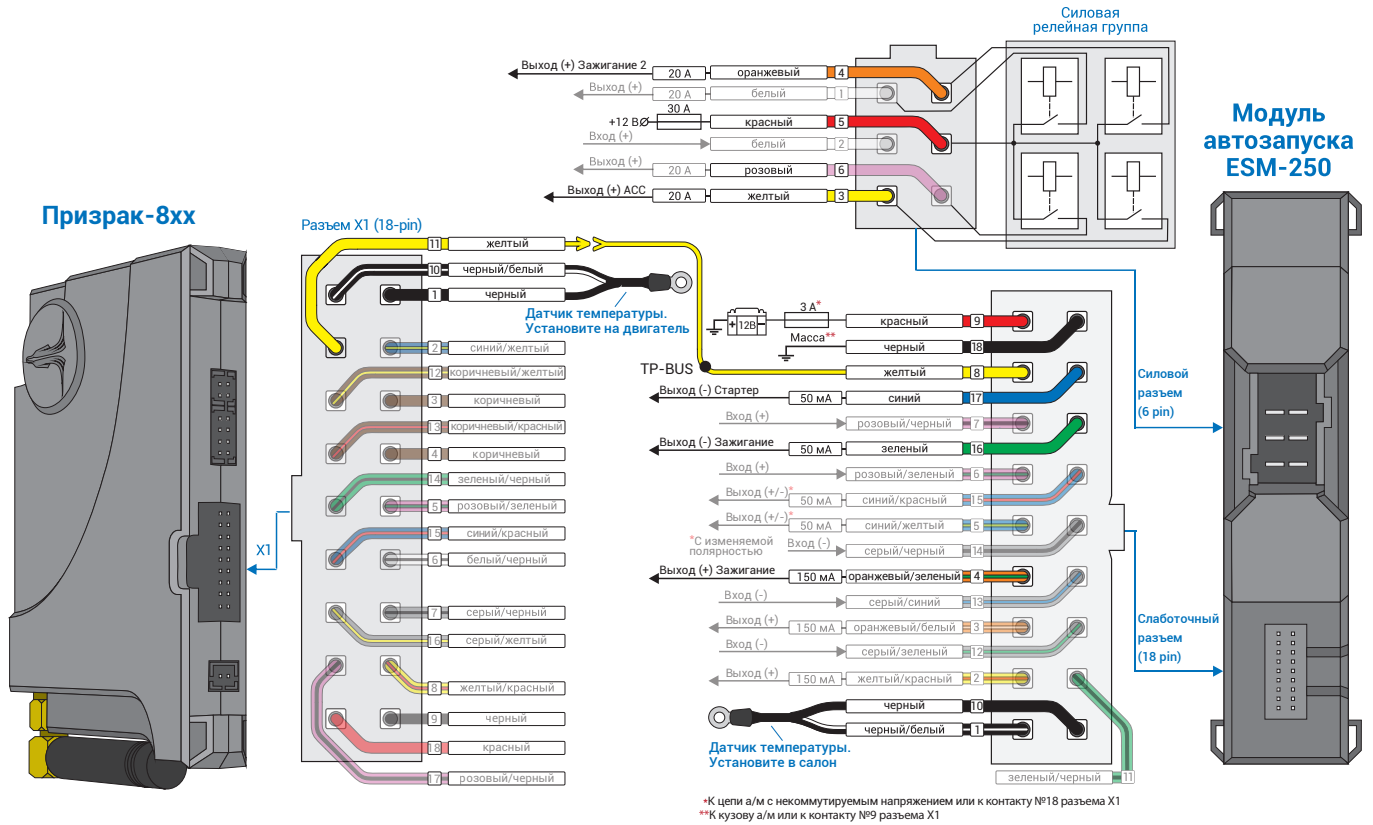
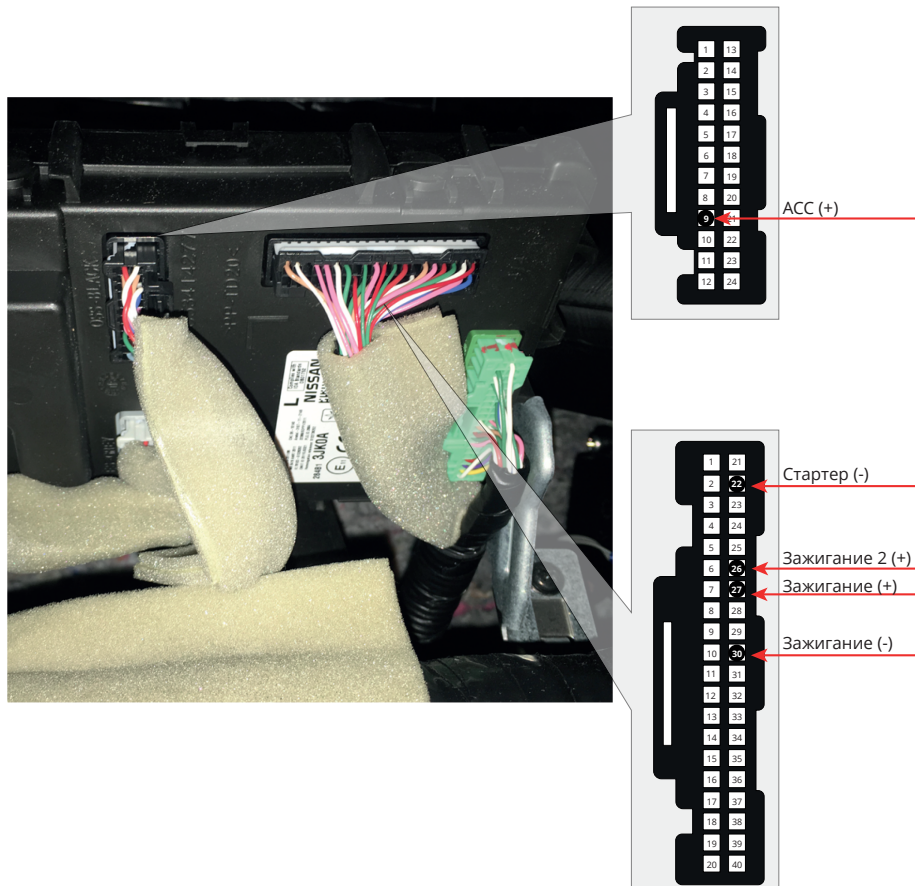

Рис.2 Подключение модуля автозапуска ESM-250
Рис.3 Место подключения к цепям запуска двигателя
3. Подключите модуль автозапуска ESM-250 – выводы модуля, которые требуется подключить выделены на рис. 2. Подключение производится за приборной панелью (см. рис. 3).